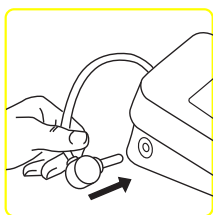

Abb. 1
1. Stecken Sie den Luftschlauch in den Anschluss (Abb. 1).